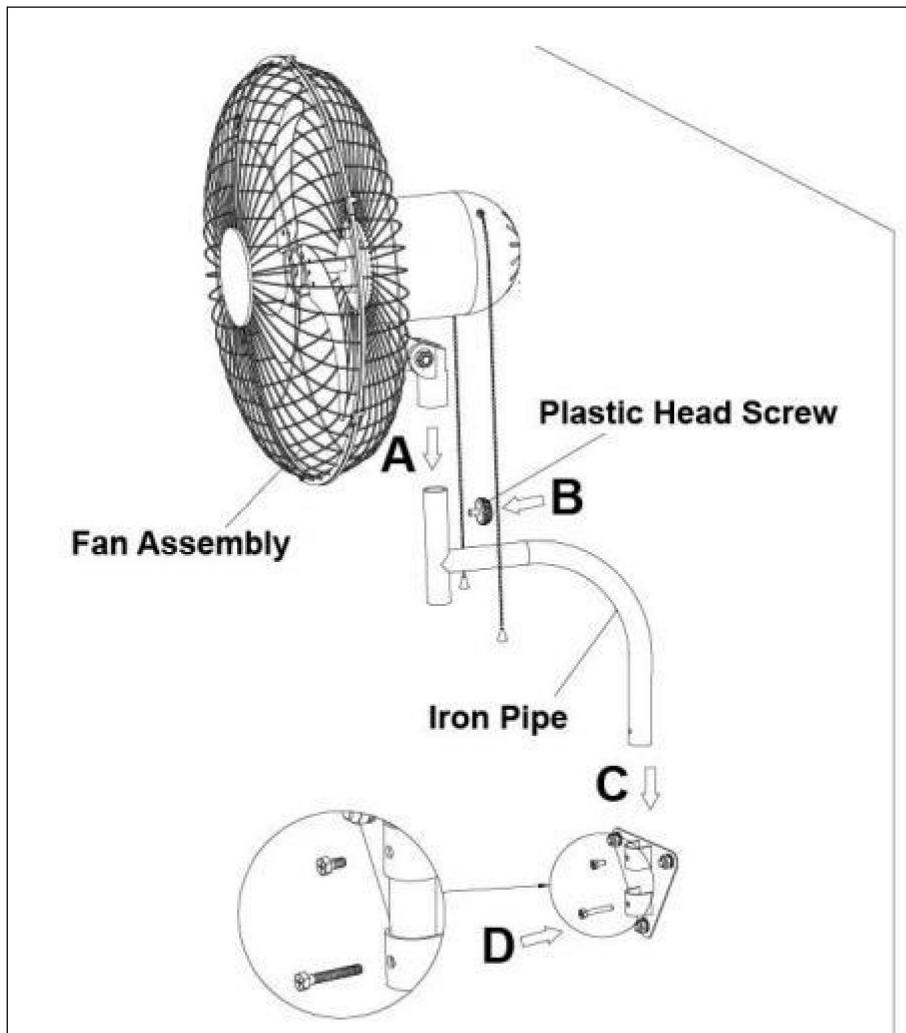

Fig. 8.
Installera fläkthuvudet på järnröret och lås sedan plasthuvudskruven (9). Som visas i Fig.8. - AB
2). Installera fläkthuset på väggpanelen (2) och lås sedan fästsprövarna1(4) och fästsprövarna2 (5). Observera att skruthålen på fästet ska motsvara skruthålen på den vägghängande panelen. Som visas i Fig.8, CD